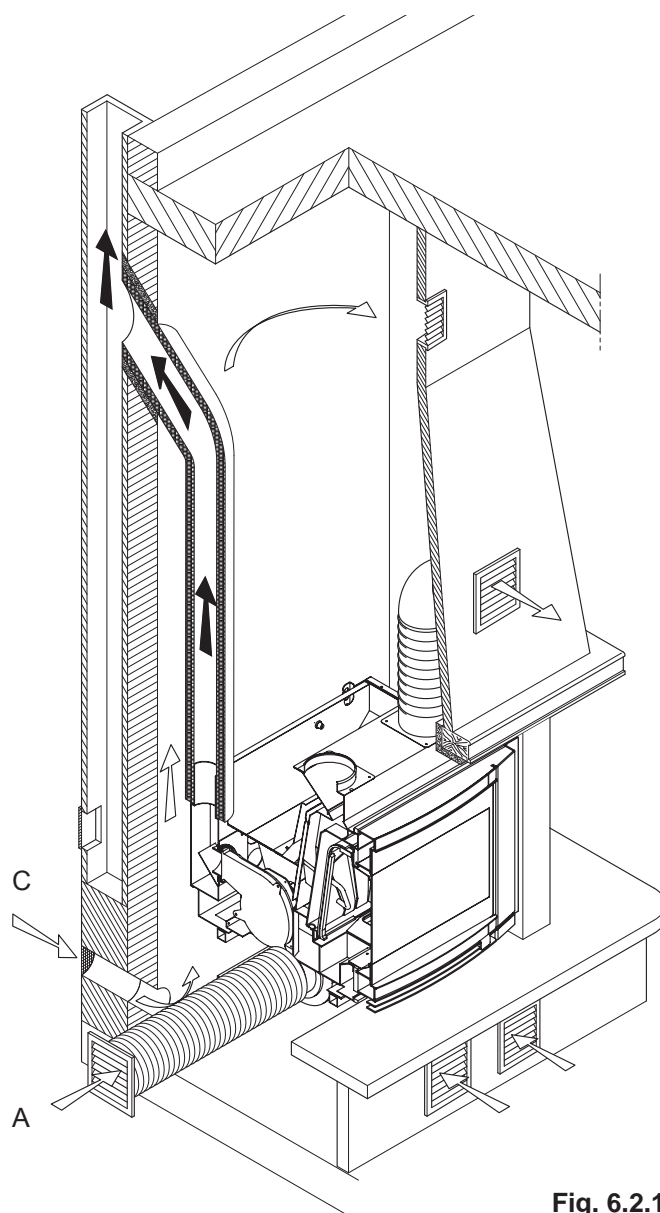

Fig. 6.2.1
L'aria comburente entra nel vano stufa dalla presa d'aria (C) e viene aspirata nella camera di combustione attraverso un condotto posto nella parte posteriore della stufa (Fig. 6.2.1).